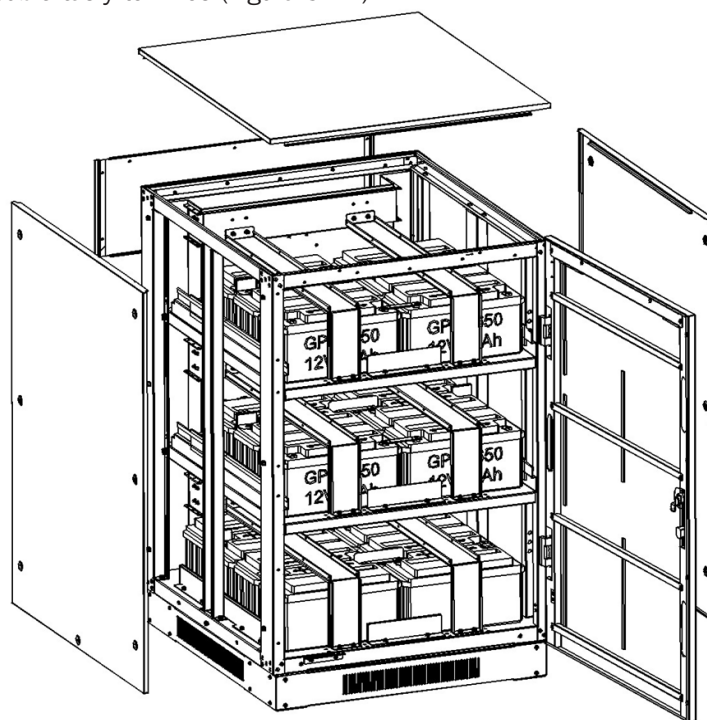

Figura 5-22
11. Vuelva a instalar todas las cubiertas y tornillos (Figura 5-22).